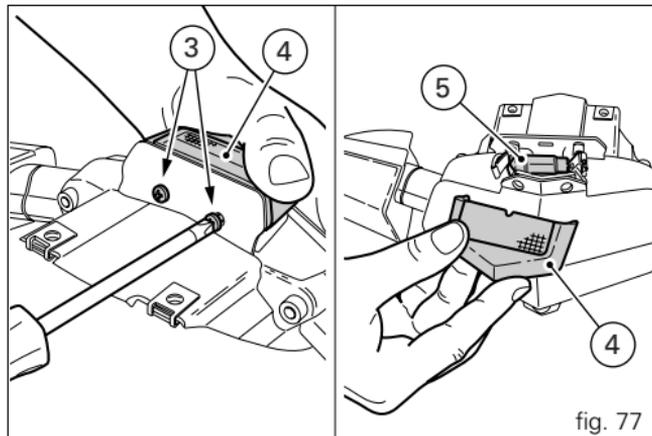

fig. 77
Retire o copo com parte transparente e substitua a lâmpada (5) da luz da matrícula (fig. 77).